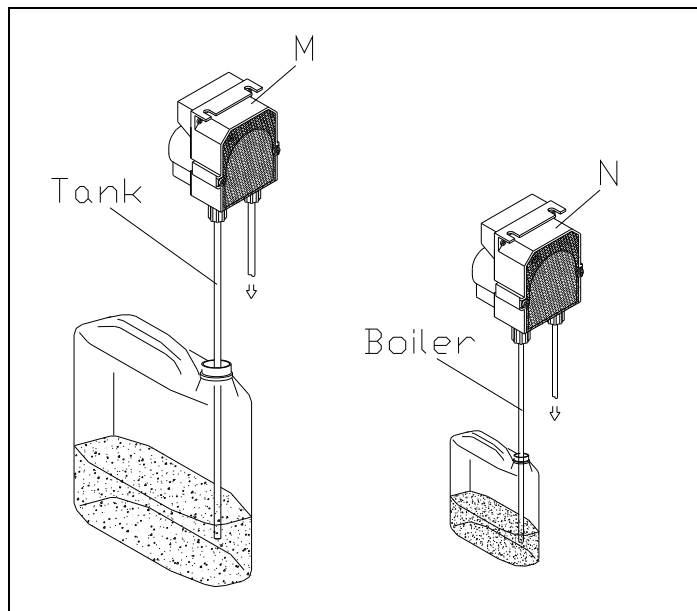

Fig. 3-4
- I dosatori di detersivo (M) (a richiesta) e brillantante (N) sono regolati dal costruttore. Nel caso si rendesse necessaria una diversa taratura agire sulla vite di regolazione degli stessi dosatori. I contenitori di detersivo e brillantante (se non in dotazione all'apparecchio) vanno posti presso la macchina ed il prelievo viene effettuato attraverso i tubi di raccolta trasparente (Tank per il detersivo e Boiler per il brillantante) situati nella parte posteriore dell'apparecchio (fig.3-4).
- The detergent dispenser (M) (optional) and rinse aid dispenser (N) are regulated by the manufacturer. If the setting needs to be changed, turn the regulating screw on the dispensers. The detergent and rinse aid containers (if not provided with the appliance) should be placed next to the machine and connected to the transparent pipes fitted to the back of the appliance (Tank for the detergent and Boiler for the rinse aid) (fig.3-4).
- Die Dosierer des Reinigungsmittels (M) (auf Anfrage) und des Glanzspülmittels (N) werden werkseitig eingestellt. Für andere Einstellungen die Stellschraube der Dosiervorrichtung regeln. Die Behälter für Reinigungsmittel und Glanzspülmittel (wenn nicht mit dem Gerät mitgeliefert) müssen in unmittelbarer Nähe der Maschine stehen und die Entnahme erfolgt über die durchsichtigen Schläuche (Tank für das Reinigungsmittel und Boiler für Glanzspülmittel) an der Rückseite des Geräts (fig.3-4).
- Les doseurs du détergent (M) (sur demande) et du produit de rinçage (N) seront réglés par le constructeur. S'il vous fallait régler différemment, faire tourner la vis de réglage sur les doseurs mêmes. Les alvéoles à détergent et à produit de rinçage (si non fournies avec l'appareil) seront mises près de la machine et le prélèvement sera effectué par des tubes transparents (Tank pour le détergent et Boiler pour l'agent de brillantage) situés derrière l'appareil (fig.3-4).
- Los dosificadores de detersivo (M) (a pedido) y abrillantador (N) salen de la fábrica regulados por el Constructor. En el caso de que se necesitara una regulación distinta, usar el tornillo de dosificación de los propios dosificadores. Si los contenedores de detersivo y abrillantador no forman parte del equipamiento base, se deben colocar cerca de la máquina; el detersivo y el abrillantador se sacan a través de los tubos de toma transparentes (letero Tank para el detersivo y Boiler para el abrillantador) ubicados en la parte trasera del aparato (fig.3-4).